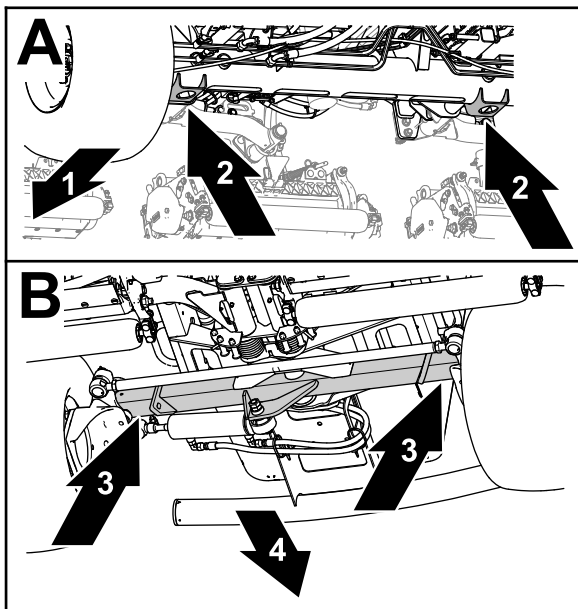

Bild 72
- Front: Die Wagenheberaufnahmen des Vorderachsrohrs (Bild 72).